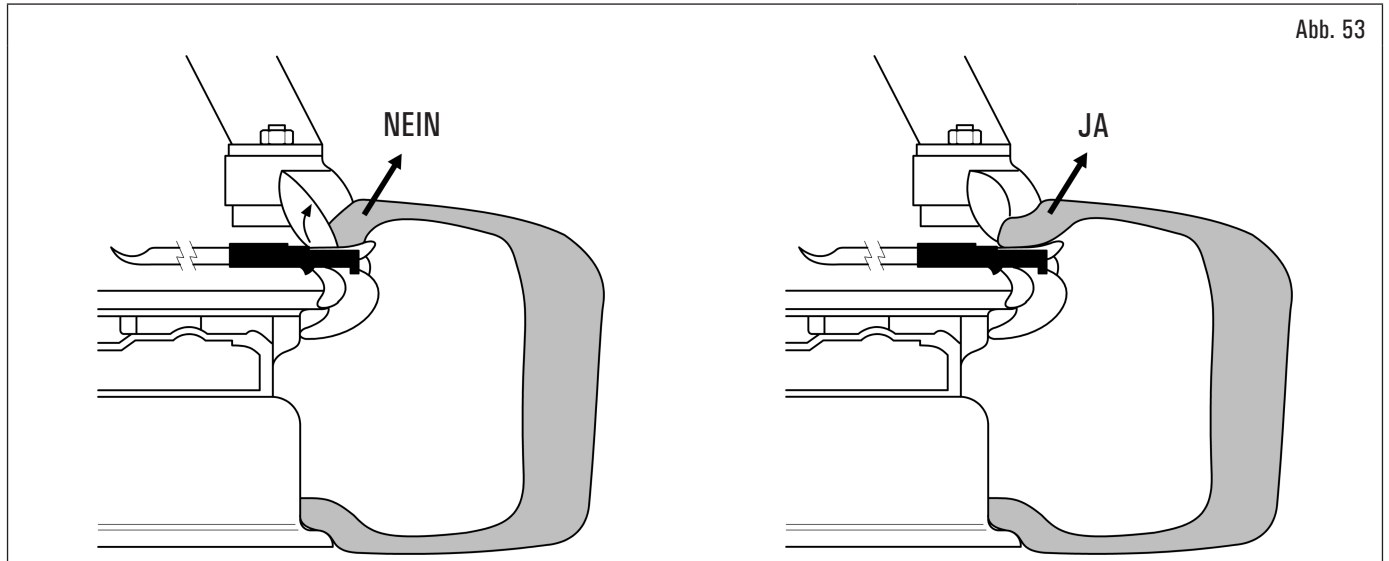

Abb. 53
13. bei der Demontage von harten Reifen kann es vorkommen, dass der Wulst mit gedrehter Lippe auf dem Werkzeugkopf aufliegt. Dadurch rutscht der Wulst vom Hebel, wenn man mit der Rotation in Uhrzeigerrichtung beginnt. Zur Vermeidung muss der Reifen etwas in Gegenuhrzeigerrichtung gedreht werden, bis die Lippe sich ausbreitet. Nun mit dem Abziehen in Uhrzeigerrichtung beginnen (siehe Abb. 53).